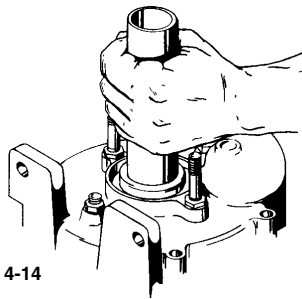

Figura 4-14
23. Instale la taza del sello con la cara del sello hacia el elemento que rota. Una longitud corta de la pipa ayudará a golpear ligeramente la taza abajo hasta que entra en contacto con el ring.(refer para figura 4-14)